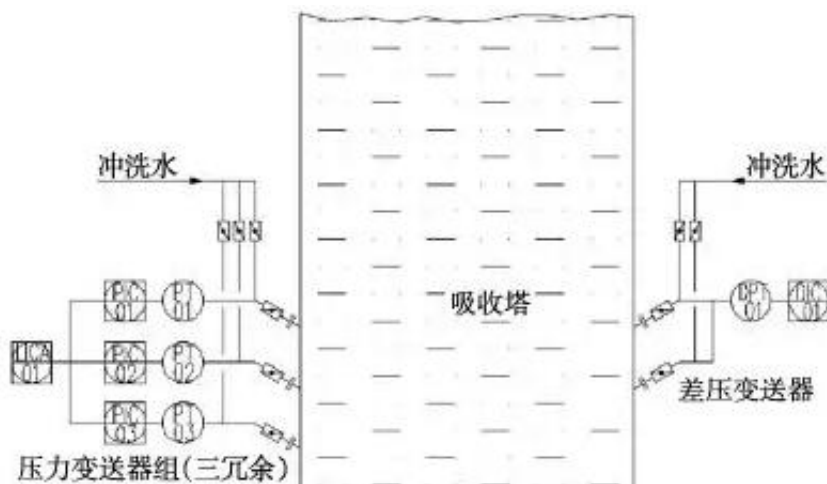

图4 差压变送器+压力变送器测量回路
(3) 装置三——差压变送器+压力变送器测量回路。本套装置采用差压变送器测量浆液的密度，利用压力变送器测量浆池底部的压力，然后通过公式间接计算出吸收塔液位，如图4所示。差压变送器采用隔膜式分体结构，2个远传膜片安装在吸收塔侧壁合适的位置（高差一般控制在3~5m），膜片通过毛细管与变送器本体连接。